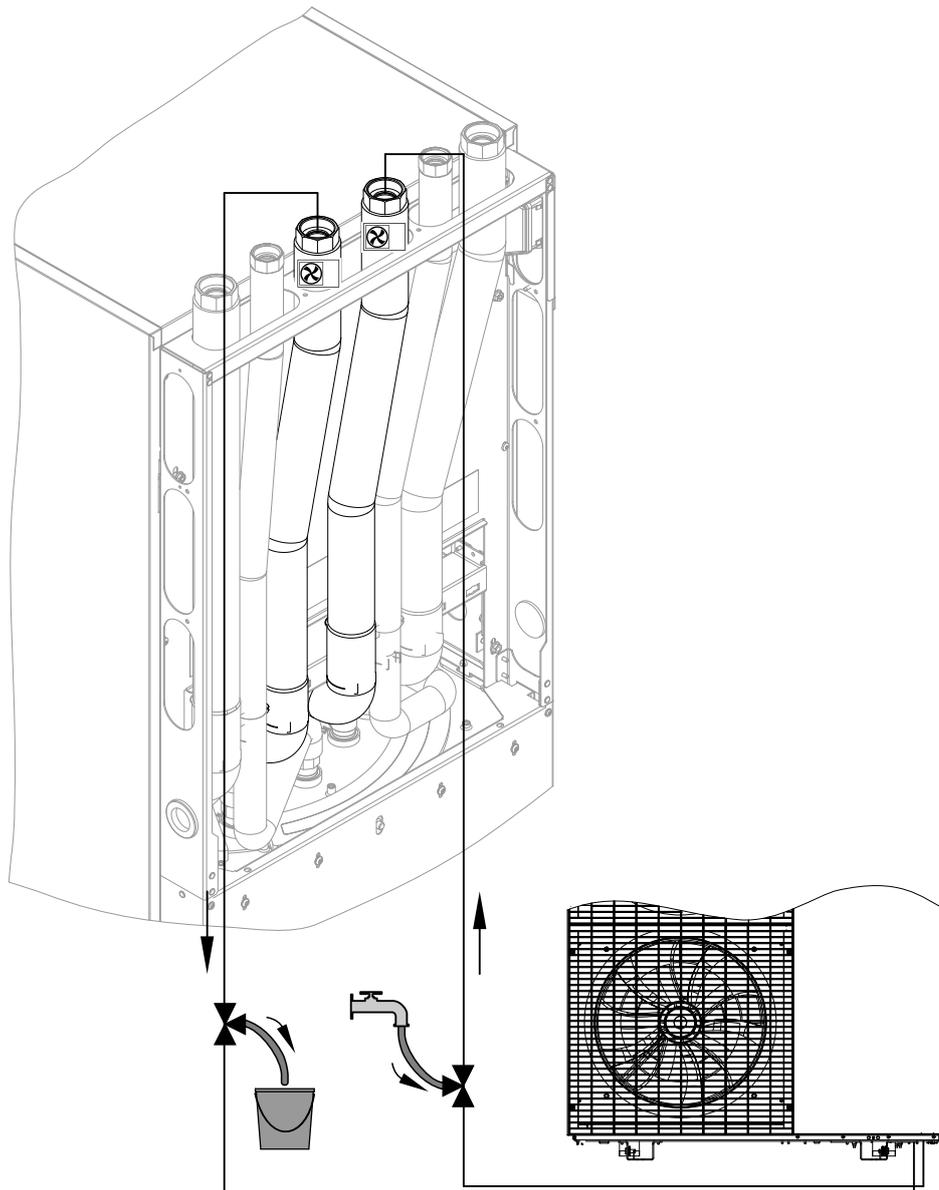

Abb. 69
3. 3-Wege-Kugelhähne im Vor- und Rücklauf Außeneinheit gemäß Abb. 69 öffnen: **Offen in allen Richtungen**